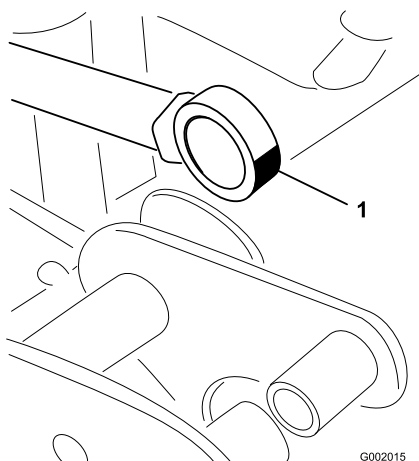

Figure 37
5. Manipulez le côté roulement de la tige d'actionneur et appliquez de la graisse dans le roulement (Figure 37).